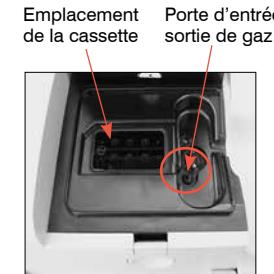

Figure 3 : Intérieur du compartiment de mesure des échantillons
- Soulever le couvercle du compartiment de mesure des échantillons (CMÉ). Retirer le joint d'étanchéité noir de la porte d'entrée/sortie de gaz (Figure 3). Pour ce faire, le prendre avec des petites pinces ou des pinces hémostatiques et tirer fermement vers le haut. Jeter le joint d'étanchéité noir de la porte d'entrée/sortie de gaz.